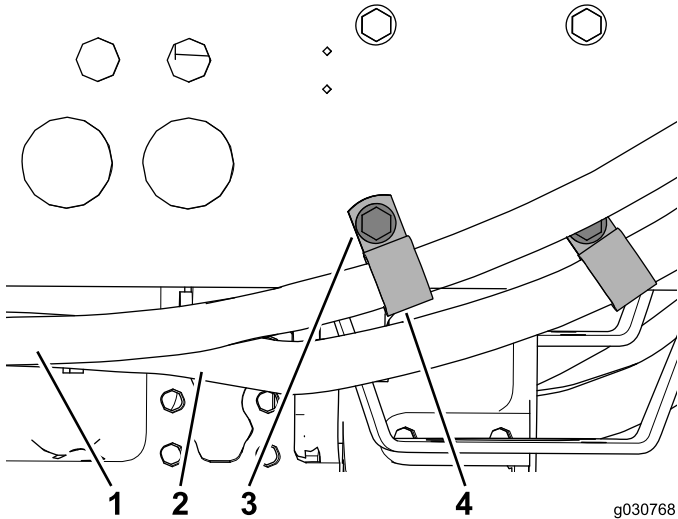

图 42
5. 为每个空调软管安装 1 个 R 形夹并使用 2 个现有的螺栓将它们固定到机器机架上图 42。